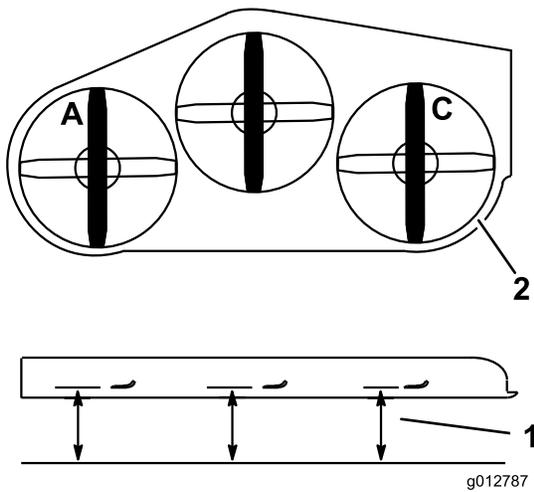

Figure 86
1. Tournez la lame gauche dans le sens longitudinal (Figure 86).
2. Mesurez et notez la distance au point **A** entre la surface plane et le tranchant de la pointe de la lame gauche (Figure 86).
3. Tournez la lame droite dans le sens longitudinal (Figure 86).
4. Mesurez et notez la distance au point **C** entre la surface plane et le tranchant de la pointe de la lame droite (Figure 86).
2. Tournez la lame gauche dans le sens longitudinal (Figure 86).
3. Mesurez et notez la distance au point A entre la surface plane et le tranchant de la pointe de la lame gauche (Figure 86).
4. Tournez la lame droite dans le sens longitudinal (Figure 86).
5. Mesurez et notez la distance au point C entre la surface plane et le tranchant de la pointe de la lame droite (Figure 86).